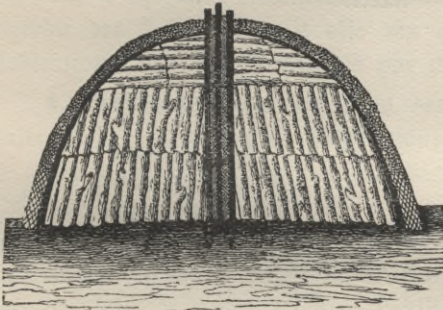

Fig. 39. Kohlenmeiler.
1. Darstellung durch trockene Destillation. Holzkohle wird in Meilern (Fig. 39) hergestellt. Man schiebt in ihnen die Holzscheite so auf, daß enge Luftzüge im Innern frei bleiben, bedeckt das Ganze mit Soden und Erde, entzündet das Holz und läßt durch die Luftlöcher nur so viel Luft eintreten, wie nötig ist, um das Holz zu verkohlen.